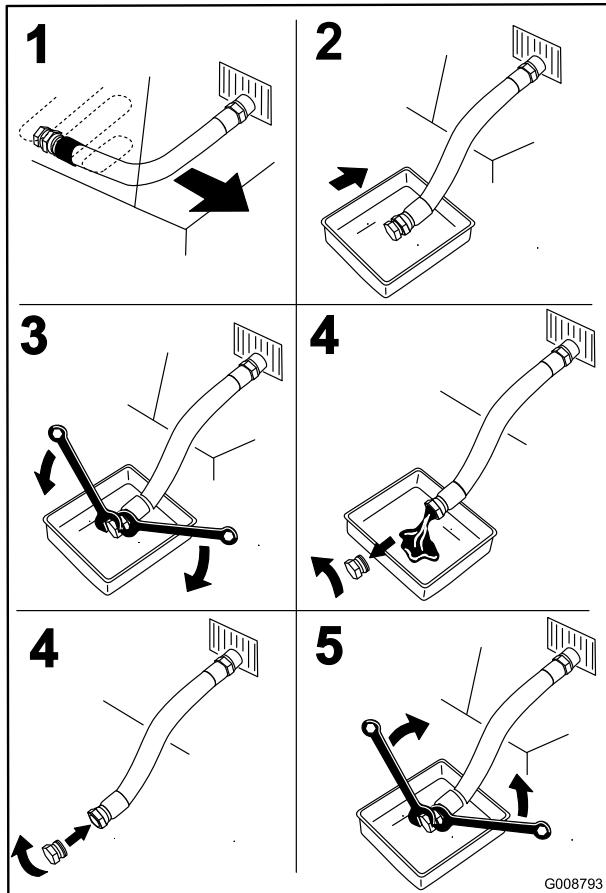

Figura 51
4. Pare el motor, retire la llave y espere a que se detengan todas las piezas en movimiento antes de abandonar el puesto del operador (Figura 51).